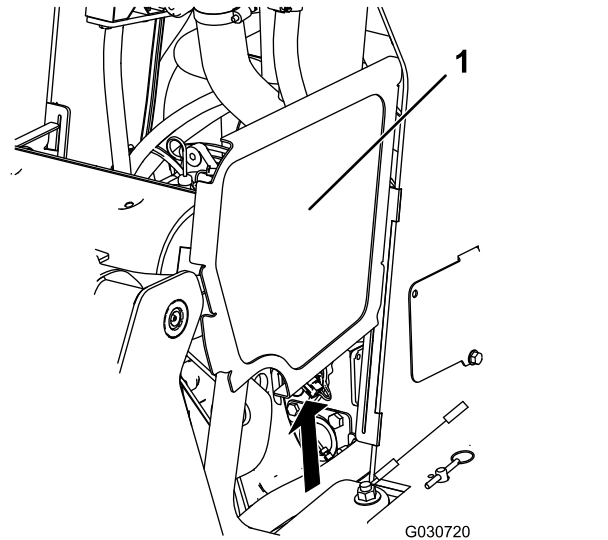

Figura 37
2. Deslice las rejillas laterales (Figura 37) hacia arriba y retírelas de las ranuras de la rejilla delantera y del bastidor.